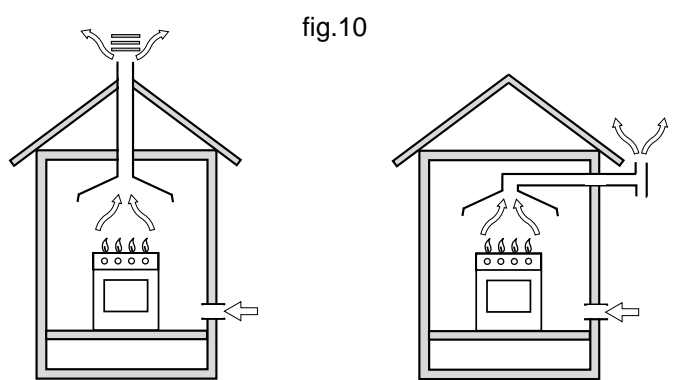

fig.10
- El aparato debe descargar los productos de la combustión en una campana especial, que debe estar conectada a una chimenea, a un conducto de humos o directamente al exterior (fig.10).